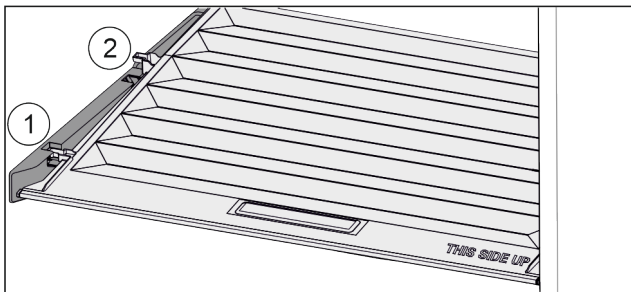

Fig. 128
- ▶ Deckel bis zur Öffnung in den Halteteilen nach vorne ziehen Fig. 128 (1).
- ▶ Hinten von unten anheben und nach oben wegnehmen Fig. 128 (2).